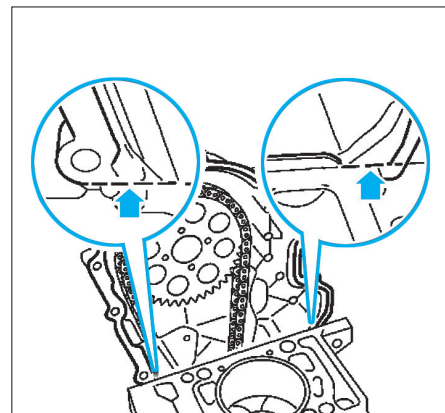

FIG. 87
- Découper avec précaution le joint d'étanchéité du carter de distribution (flèches) à fleur avec le bloc cylindres (Fig.87).